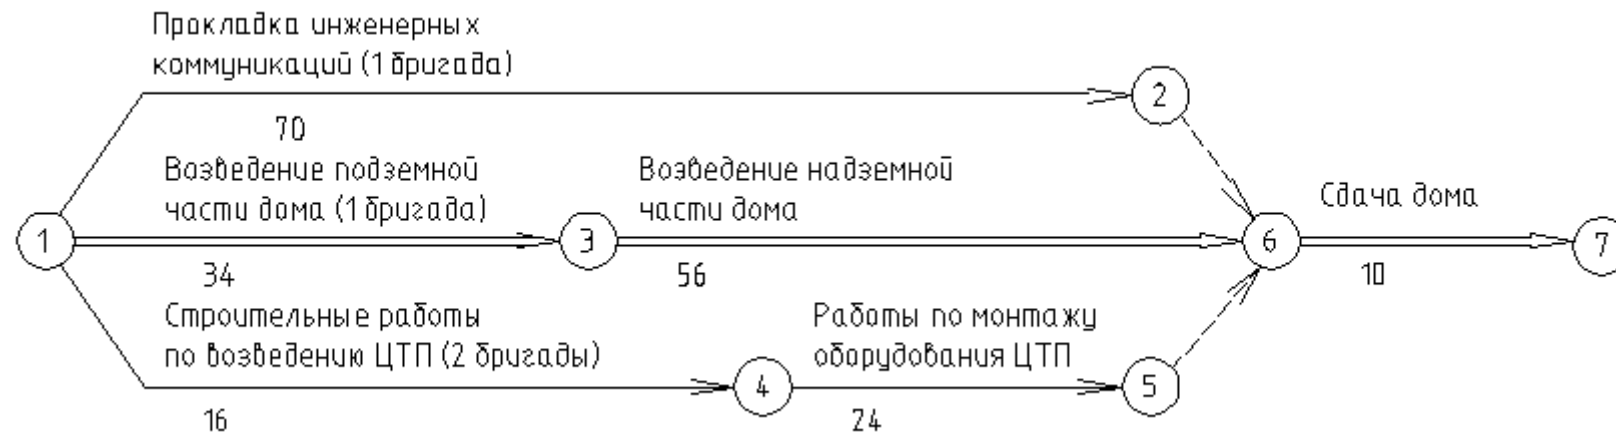

Рисунок 7. Фрагмент сетевого графика до корректировки
1) для графика на рис.7 путем перераспределения трудовых ресурсов;